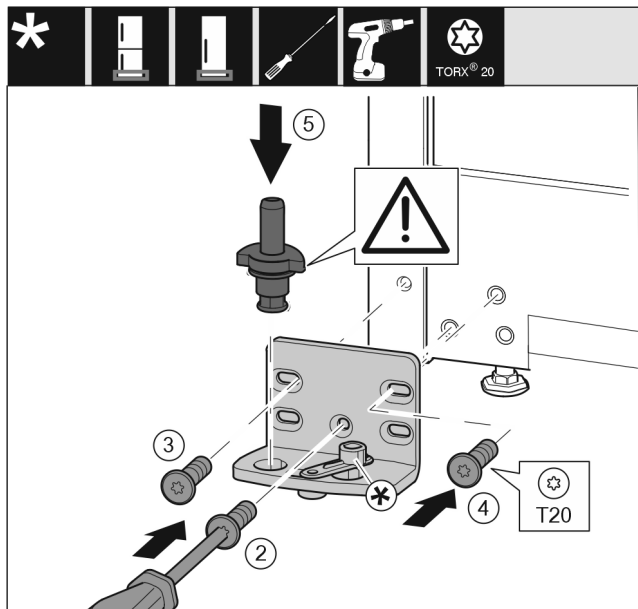

Fig. 16
- ▶ Płytkę zawiasu założyć z drugiej strony i przykręcić przy pomocy śrubokręta T20. Rozpocząć od śruby 2 dolnej umieszczonej na środku. Fig. 16 (2)
- ▶ Dokręcić śrubę 3 i 4. Fig. 16 (3,4)
- ▶ Założyć cały sworzeń płytki zawiasu. Przy tym zwrócić uwagę, by krzywka zatrzaskowa wskazywała do tyłu. Fig. 16 (5)